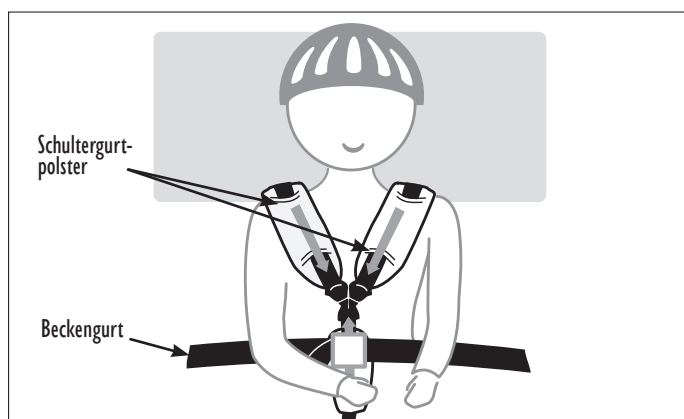

Abbildung 35
3. Rasten Sie die Schultergurte im Y-Gurtschloss des Schrittgurts ein. Das Gurtschloss muss so eingestellt sein, dass es über dem Brustbein des Kindes zu liegen kommt (s. Abbildung 35).
5. Legen Sie Ihrem Kind den Beckengurt an (s. Abbildung 35) und ziehen Sie ihn angemessen straff (jedoch nicht zu eng).
7. Rasten Sie die Schultergurte im Y-Gurtschloss des Schrittgurts ein. Das Gurtschloss muss so eingestellt sein, dass es über dem Brustbein des Kindes zu liegen kommt (s. Abbildung 35).
9. Legen Sie Ihrem Kind den Beckengurt an (s. Abbildung 35) und ziehen Sie ihn angemessen straff (jedoch nicht zu eng).